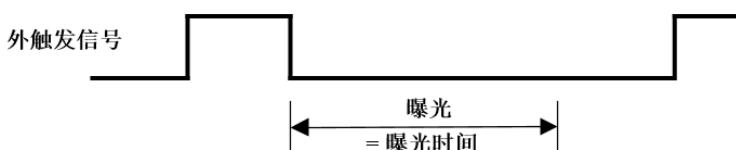

图 8-29 下降沿触发定时曝光模式时序图
- 如果启用下降沿触发，曝光会在触发信号下降时开始，一直持续到曝光时间结束，如图 8-29 所示